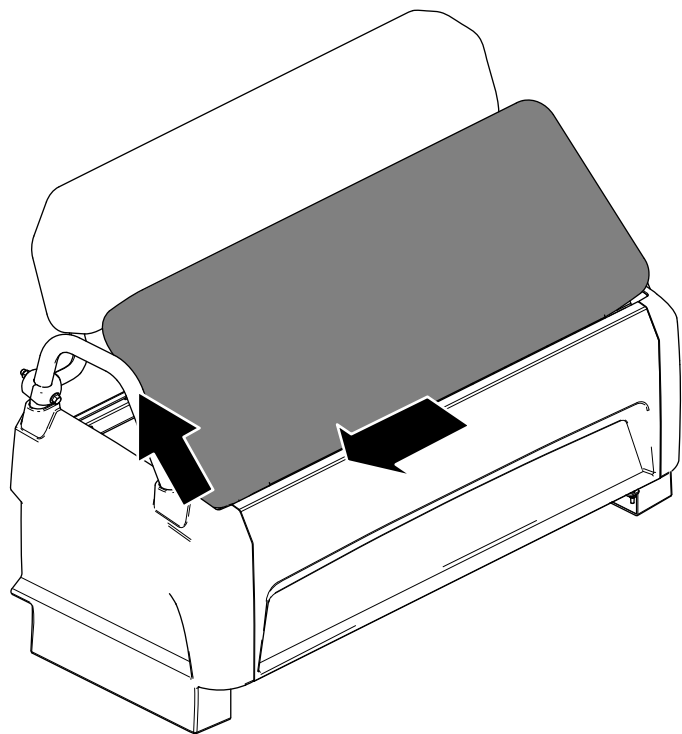

Figura 24
2. Fate scorrere il cuscino lateralmente estraendolo dai perni e sollevatelo (**Figura 24**).